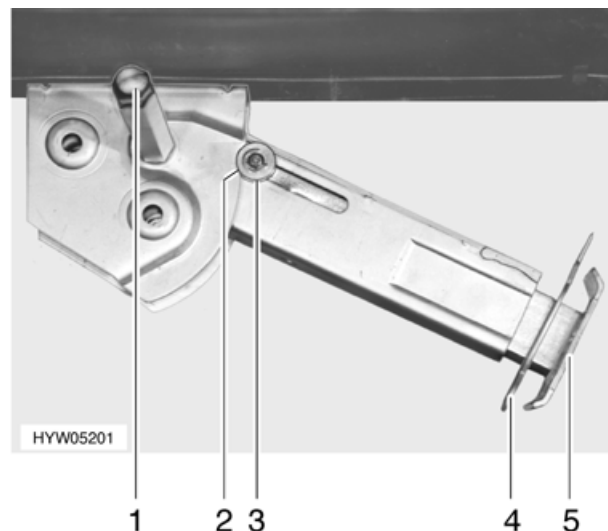

Bild 16 Hubstütze
- Am Sechskant (Bild 16,1) den Steckschlüssel aufstecken und drehen, bis die Hubstütze senkrecht nach unten steht.
- Splint (Bild 16,4) aus der Stützfußverlängerung (Bild 16,5) herausziehen.
- Am Sechskant (Bild 16,1) den Steckschlüssel aufstecken und drehen, bis die Hubstütze wieder vom Boden frei ist.
- Stützfußverlängerung (Bild 16,5) ganz einschieben und Splint (Bild 16,4) in vorgesehene Bohrung an der Stützfußverlängerung stecken.
- Mit Steckschlüssel am Sechskant (Bild 16,1) drehen, bis Hubstütze nach oben geschwenkt und die Führungsscheibe (Bild 16,3) vollständig in die Kerbe (Bild 16,2) eingefahren ist.
- ▷ Darauf achten, dass alle Hubstützen vollständig eingeklappt sind, dass alle Stützfußverlängerungen ganz eingeschoben und mit Splint (Bild 16,4) gesichert sind und dass bei allen Hubstützen die Führungsscheibe (Bild 16,3) in die Kerbe (Bild 16,2) eingefahren ist.